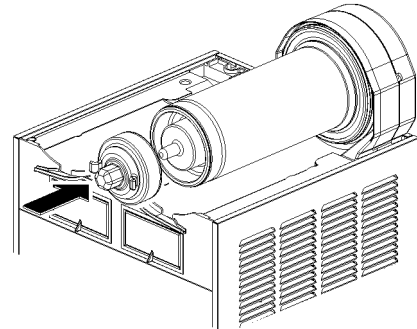

figura 14
- 5 Insertar el rotor magnetico externo en el evaporador, acompañándolo con cuidado (ver figura 14).